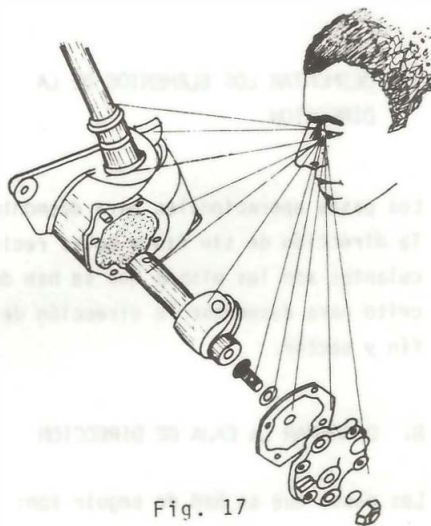

Fig. 17
PASO 1: Efectúe el control visual de los elementos (fig. 17).